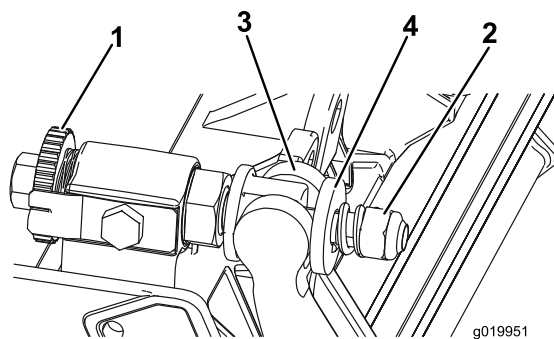

Figura 25
1. Rode os parafusos de ajuste da barra de apoio no sentido contrário ao dos ponteiros do relógio, para afastar a lâmina de corte do cilindro (Figura 25).
2. Faça recuar a porca da mola tensora até que a anilha deixe de estar sob tensão contra a barra de apoio (Figura 25).